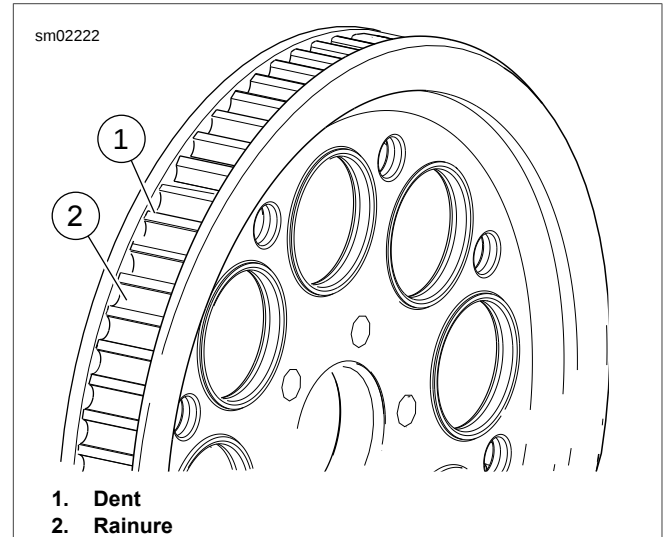

Figure 1-25. Pignon arrière
1. Voir Figure 1-25. Inspecter chaque dent (1) de pignon arrière pour vérifier les points suivants :
2. Pour vérifier si le plaquage en chrome est usé, appuyer une force moyenne avec une pointe ou une lame de couteau aiguisée sur le fond d'une rainure (2) (entre deux dents).